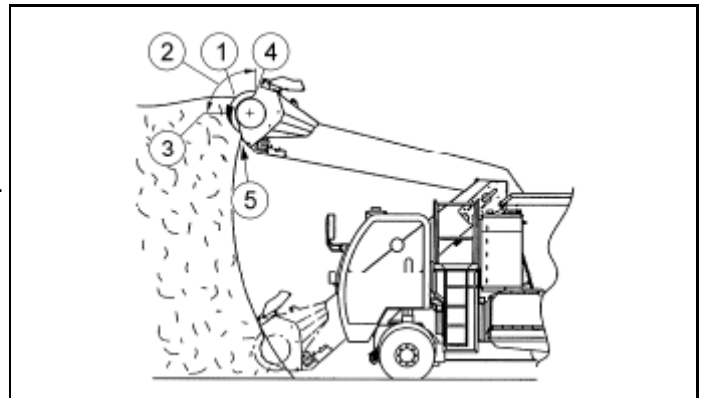

Abb. 7-1: Silage aus dem Fahrsilo aufnehmen
4. Strukturwalze zum Anschnitt so am Silostock (Abb. 7-1) positionieren, dass sich die Oberkante (1) des Silostockes in dem Bereich (2) zwischen dem Mittelpunkt (3) der Strukturwalze und der Schutzeinrichtung (4) befindet.